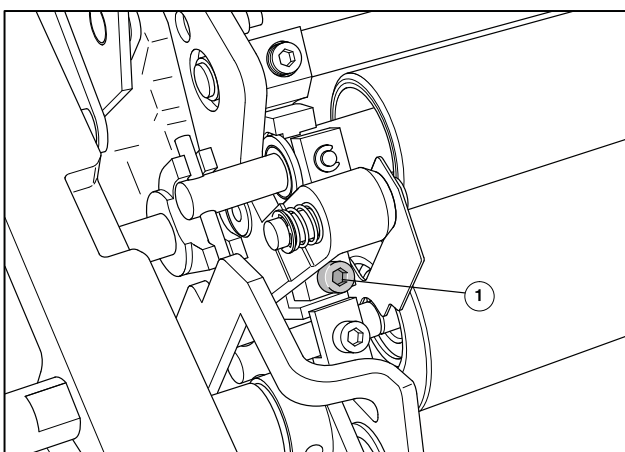

図21 水着けローラに対する水ならしローラの調整
- 駆動側と操作側の調整ネジ(図21/①)を回して、ニップ幅を1.8～2.2mmに設定します。ニップ幅は、ローラの端から端まで同じでなければなりません。